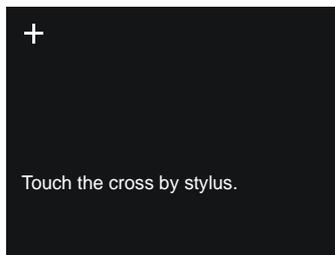

Fig.1
- ✓ Si se realizan correctamente los mandos enviados desde Teclado, el procedimiento de calibración va a empezar, y en la pantalla aparecerá la ventana que se muestra en la Fig.1.